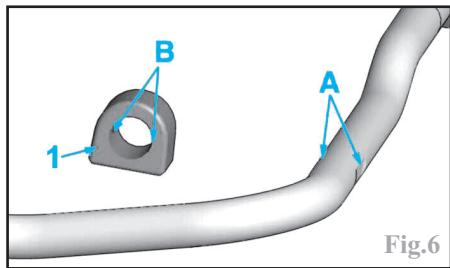

Fig.6
-vérifier l'état des paliers élastiques (1) (Fig.6) puis veiller à les engager sur celle-ci, en alignant leurs méplats intérieurs (B) avec ceux de la barre (A).